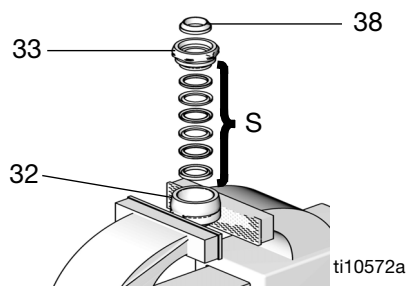

FIG. 18
1. Smörj intagsventiltätningarna (S) och installera dem i ventilen (32). Se FIG. 18. Se avsnittet Tätningssatser för information om korrekt tätningssättning för intagsventilen.
2. Tryck in ventiltätningen (38) med den avfasade sidan uppåt i urtaget i intagsventiltätningmuttern (33) tills den klickar fast. Tätningens nos ska vara precis i höjd med eller något nedsänkt i tätningmuttern. Se FIG. 18.
3. Spänn upp ventilhusets (32) plana ytor i ett skruvstycke. Dra fast tätningmuttern (33) i ventilkroppen för hand. Lägg undan intagshusenheten.